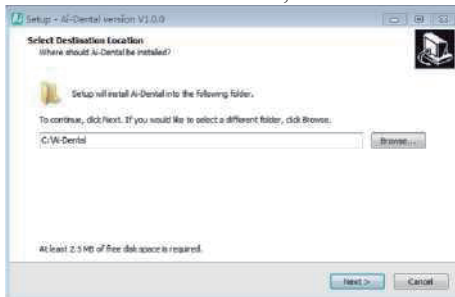

Figure 4
c) Une fois le programme d'installation lancé, cliquez sur le bouton «Parcourir» pour sélectionner le chemin d'installation. Une fois le chemin sélectionné, cliquez sur le bouton «Suivant», comme illustré à la figure 4: